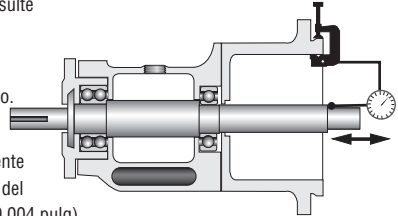

Figura 2
El **movimiento axial en el extremo del eje** no deberá superar 0.25 mm (0.010 pulg) de TIR, sin importar el tipo de rodamiento. Consulte la Figura 2.
3.2 **Asegure el ensamble del sello** en su posición correcta de ajuste del sello (SS) apretando los tornillos de ajuste del ensamble rotativo. Consulte la Figura 2. Consulte el dibujo de ensamble del sello para conocer la dimensión correcta de ajuste del sello.